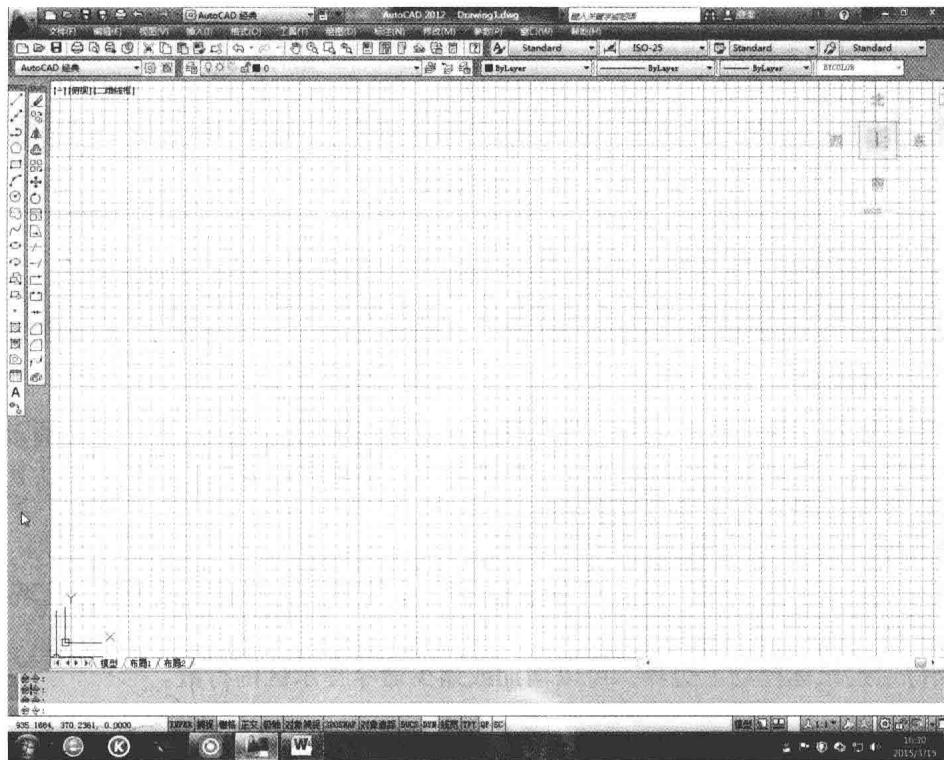

图 1-5 新界面
①AutoCAD 共提供了多少个工具条？
②系统目前打开了哪些工具条？
③将系统界面调整成如图 1-5 所示的模式。